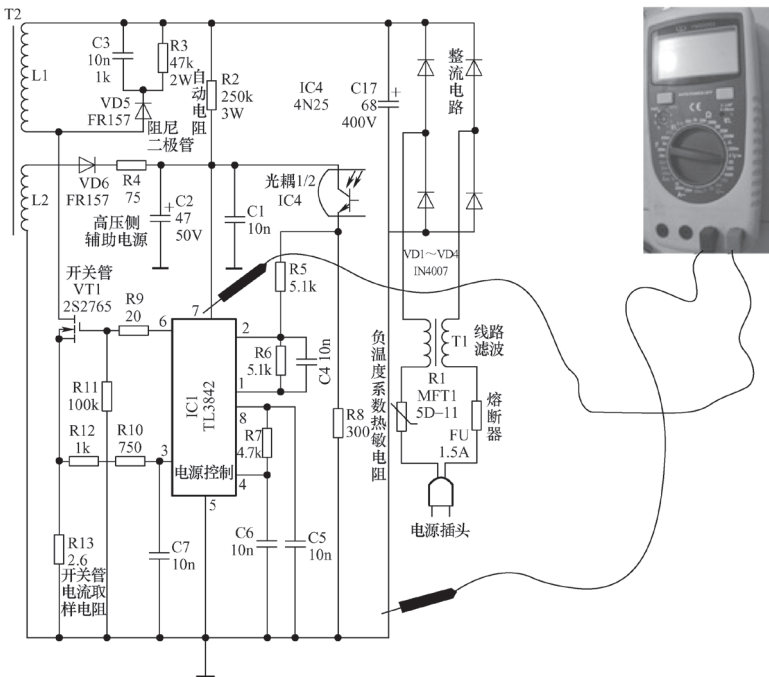

图 4-28 TL3842 的⑦脚电压测量
2) 测量开关管 VT1 的栅极无激励脉冲电压, 再测 TL3842 的⑦脚电压为 0, 如图 4-28 所示。测量该脚对地阻值正常, 于是怀疑启动电阻 R2 开路, 拆下 R2 测量果然阻值无穷大。更换 R2 后通电观察, 充电器指示灯点亮, 输出电压恢复正常。